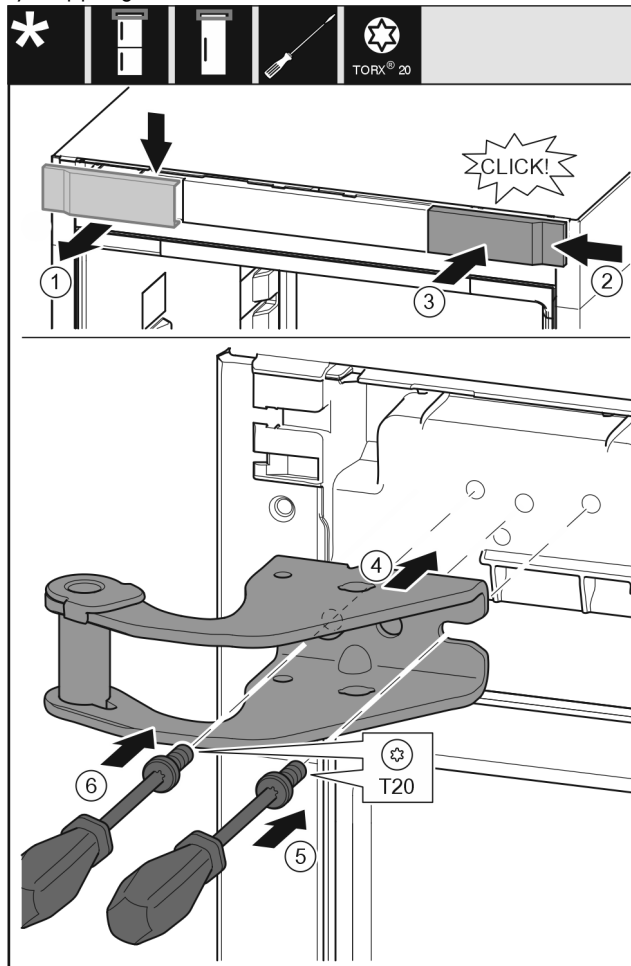

Fig. 12
- Ta bort skyddet Fig. 12 (1) uppifrån och framåt.
- Häng in skyddet Fig. 12 (2) vridet 180° på den andra sidan från höger.
- Haka i skyddet Fig. 12 (3).
- Sätt in den övre lagerbocken Fig. 12 (4).
- Sätt an skruven Fig. 12 (5) och dra åt den med skruvmejseln.
- Sätt an skruven Fig. 12 (6) och dra åt den med skruvmejseln.